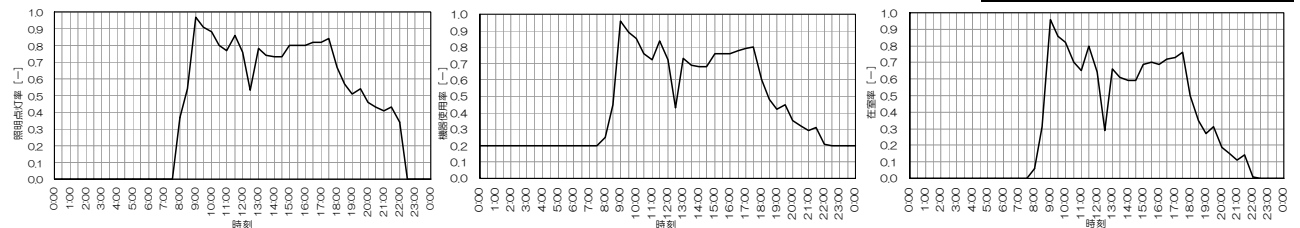

図1. 内部発熱スケジュール\*1,\*2,\*3
- BESTの講習会のテキスト\*1で使用している、事務所ビルでの内部発熱のスケジュールを図1に示します。これは実際の事務所ビルにおける調査結果を参考にした設定したものです。